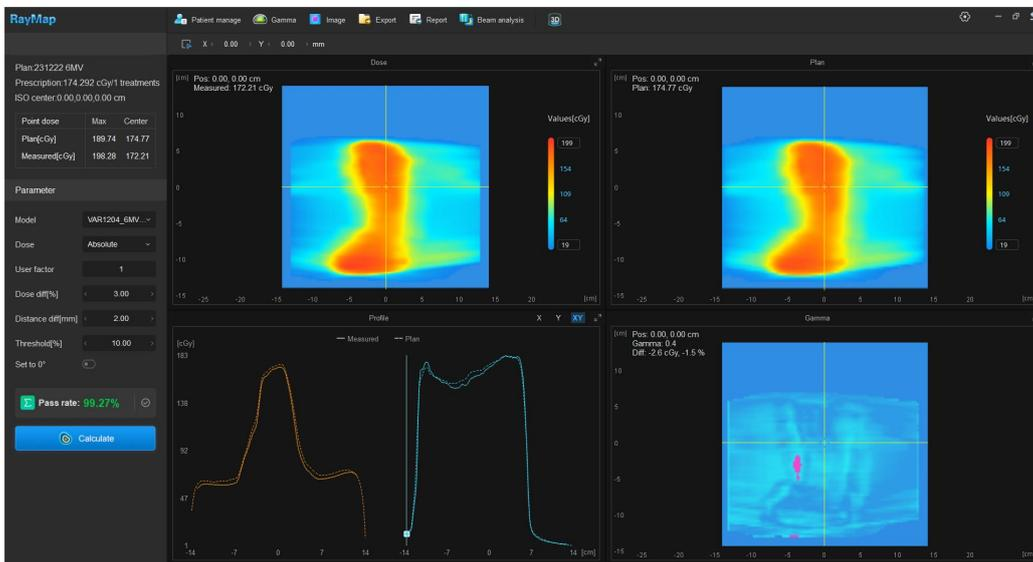
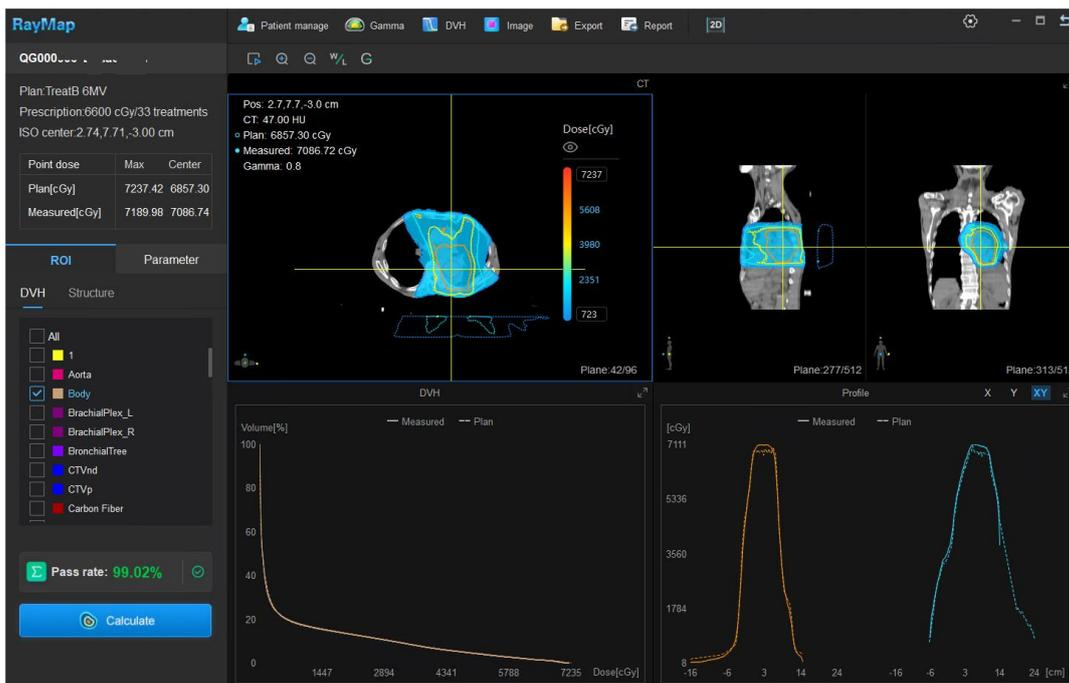

图4-11 2D分析界面
图4-12 3D分析界面
(1) 点击菜单栏中的“Open”，或者双击当前记录，进入到该记录所属的功能窗口。例如，当前记录的验证类型是2D，“Open”或者双击后则进入2D分析界面；当前记录的验证类型是3D，“Open”或者双击后则进入3D分析界面，如图4-11和图4-12所示：